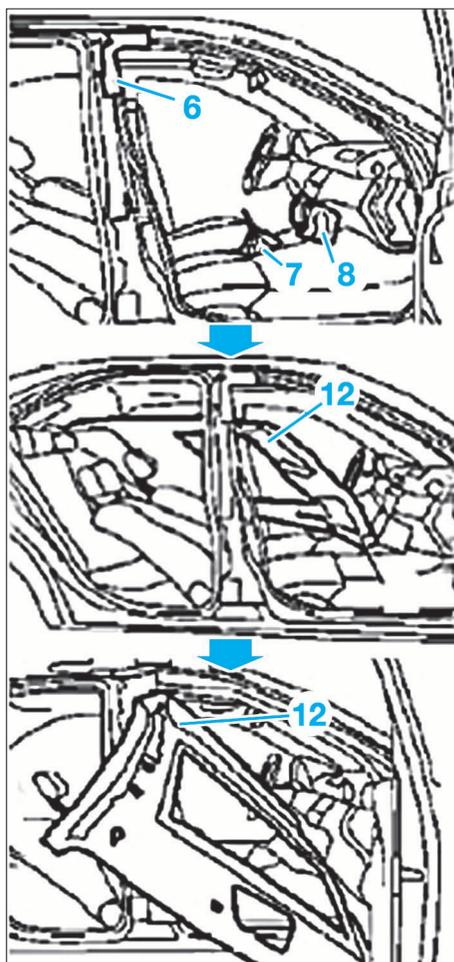
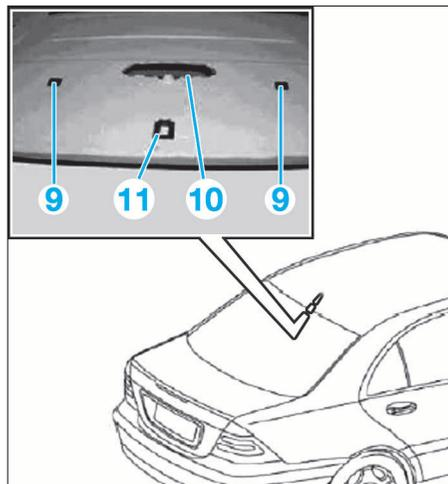

FIG. 55
FIG. 56
- Poser des protections (6), (7) et (8) (Fig.55).
- Détacher le ruban adhésif (9) dans la zone du cadre de montage (10) (Fig.56).
- Décrocher le crochet (11) du panneau de toit dans la zone du cadre de montage (10).
- Tirer la garniture de pavillon (12) (Fig.55) vers l'avant.
- Insérer la garniture de pavillon (12) entre le dossier de siège conducteur et la garniture de montant central puis entre la zone du support de commande et la zone du raccordement de la console centrale.